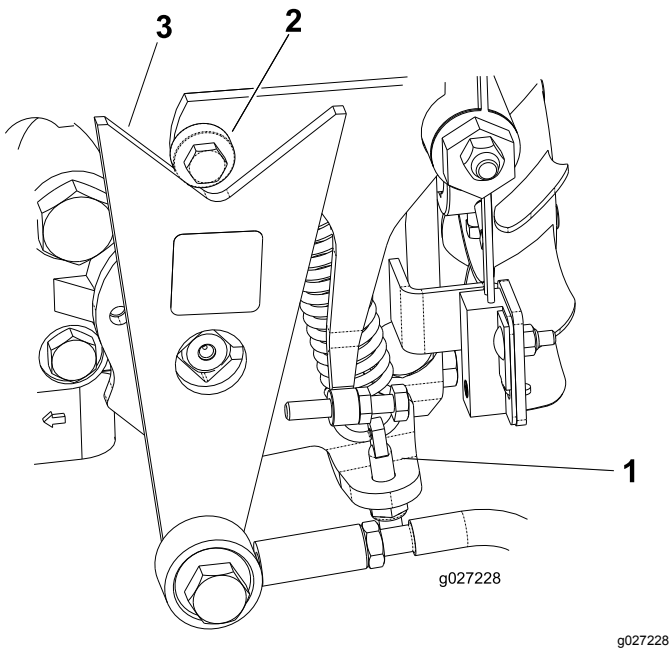

Figure 48
- Si les roues tournent dans le bon sens, arrêtez le moteur et réglez le contre-écrou de la goupille de réglage du ressort (Figure 48). Réglez le point mort de la transmission ; voir Réglage du point mort de la transmission aux roues \(page 30\).